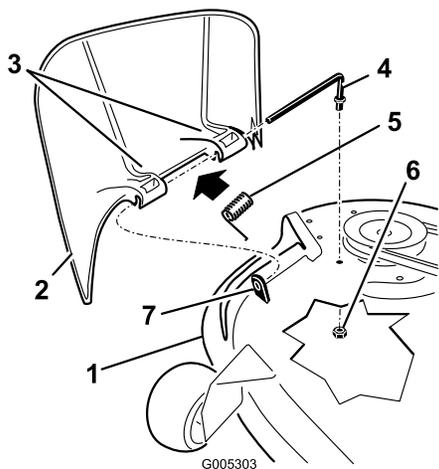

Figure 48
1. Repérez les éléments illustrés (Figure 48).
- Retirez l'écrou (3/8 pouce) de la tige, sous le plateau de coupe (Figure 48).
- Sortez la tige de la courte cheville de positionnement, du ressort et du déflecteur d'herbe (Figure 48). Enlevez le déflecteur s'il est endommagé ou usé.
- Remettez en place le déflecteur d'herbe (Figure 48)
- Placez le ressort sur la tige, les fils d'extrémité dirigés vers le bas, entre les supports du déflecteur d'herbe. Insérez la tige dans le deuxième support du déflecteur d'herbe (Figure 48).
- Insérez la tige à l'avant du déflecteur dans la courte cheville de positionnement sur le plateau. Fixez l'extrémité arrière de la tige dans le plateau de coupe à l'aide d'un écrou (3/8 pouce) (Figure 48).